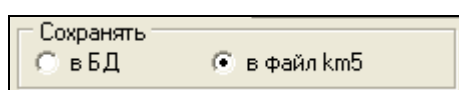

Рис. 29. Окно выбора сохранения архивов счетчика КМ-5
- на панели “**Сохранять**” требуется выбрать тип сохранения (Рис. 29): “в файл km5”, или непосредственно в БД (в зависимости от выбранных настроек в окне “Подключение к БД”, при этом файл *.km5 сохраняется в директории размещения программы **updr**).